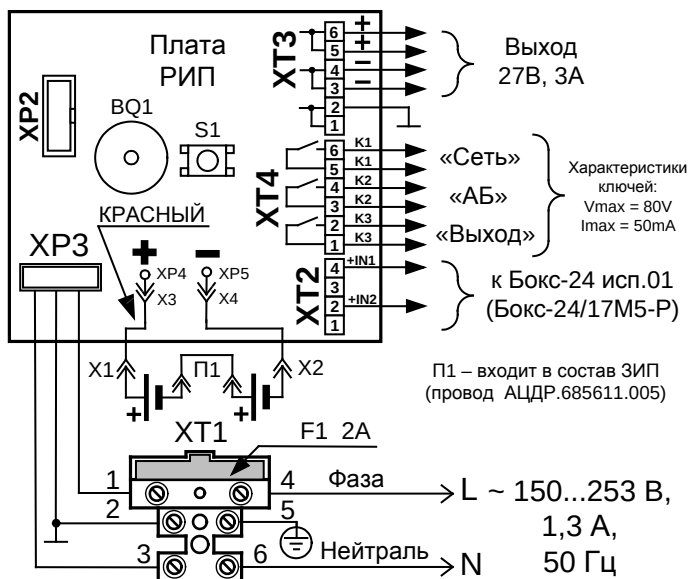

Рис. 2
ВНИМАНИЕ! При подключении внешнего питающего напряжения 220 В к сетевой колодке ХТ1 необходимо соблюдать правильность подключения проводов «фаза» и «нейтраль». Подключение производить в соответствии с Рис. 2. Схема подключения также расположена на внутренней стороне корпуса РИП.
3.2.4 Согласно схеме соединений (рис. 2):
б) изъять из колодки вставку F1 (2 А), подключить сетевые провода к входной колодке (**фаза (L) должна быть подключена к XT1:4, см. рис. 2**);
4.2.3 РИП обеспечивает программирование следующих режимов индикации и сигнализации нажатием на кнопку S1 (при открытой крышке РИП), находящуюся на плате см. рис.2.